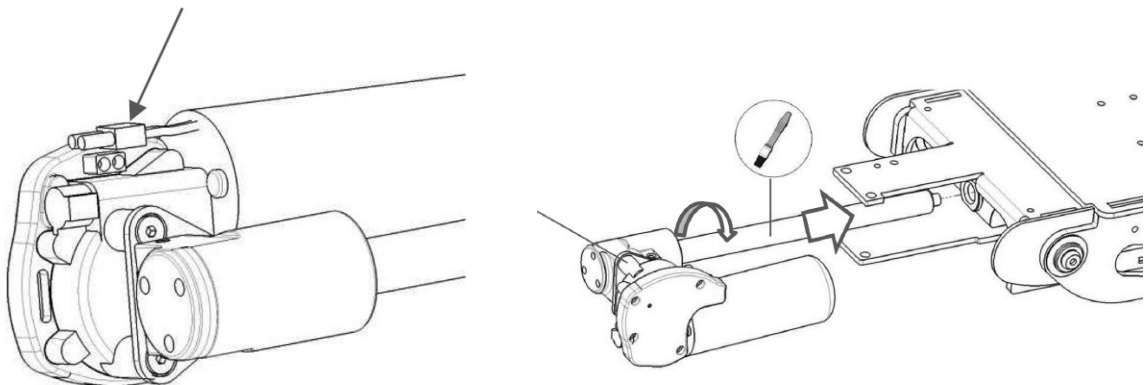

Fig. 5. Carefully connect the actuator to 24V power supply and run it in until until the rear end of the actuator is about 17-18 mm. from the edge of the plate.
1. Lubricate the trapezoidal thread with grease and screw the actuator in to the seat tilt shaft by rotating the actuator approx, 5 turns. Connect the actuator to a 24v power supply and run it until the rear end of the actuator is about 17-18 mm. from the edge of the plate. See fig. 5.
Bild 5. Anslut försiktigt ställdonet till 24 volts strömkälla och kör försiktigt ställdonet inåt till dess att ställdonets bakre ände ligger ca. 17-18 mm. innanför plåtarnas bakre kant.